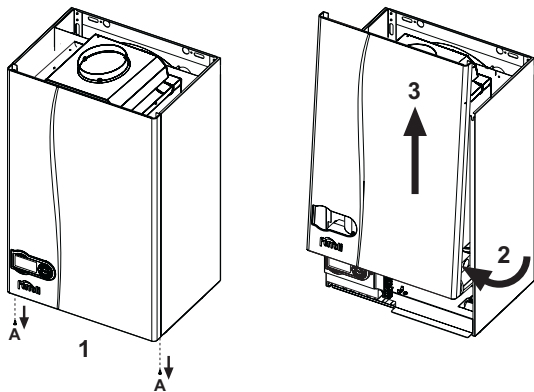

рис. 22 - Снятие кожуха
1. Отвинтите винты "А" (см. рис. 22).
2. Поверните кожух (см. рис. 22).